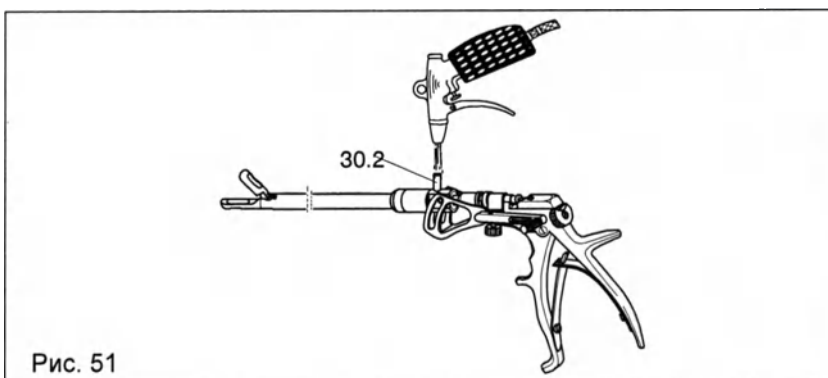

Рис. 51
- ◇ Промыть интрадискальные щипцы для захватывания на штуцере Люэра (30.2) с помощью промывочного пистолета (Рис. 51).